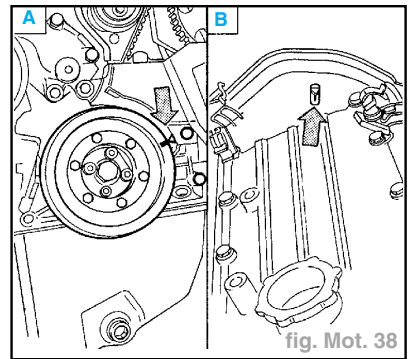

fig. Mot. 38
- Faire tourner le vilebrequin dans son sens de rotation jusqu'à ce que le piston n°1 du moteur soit au PMH. Pour cette opération, respecter les repères inscrits sur la poulie d'arbre à cames (B) (fig. Mot. 38).